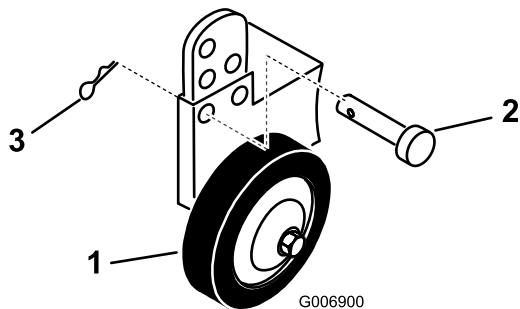

Figura 9
- A. Retire el pasador y la chaveta para cambiar de taladro (Figura 9).
- B. Seleccione una posición de taladro en la cual la rueda niveladora esté separada del suelo como mínimo 10 mm para la altura de corte a utilizar (Figura 9).